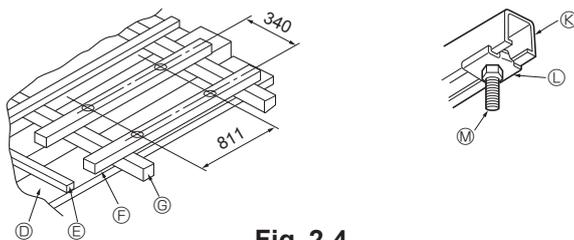

Fig. 2-4
### ① Structures en béton armé (Fig. 2-4)